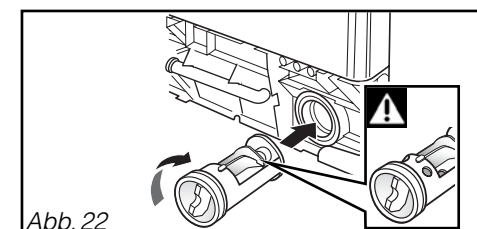

Abb. 22
– Beim Wiedereinbau darauf achten, dass der kleine Dorn auf der zylindrischen Fläche nach oben zeigt (Abb. 22).
– Den Stopfen wieder ganz festschrauben (Abb. 22).